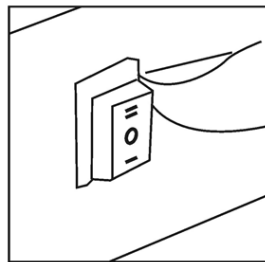

Figura 3.
1. Gire o interruptor de energia para a posição "I". O motor irá ligar e o visor digital mostrará a temperatura ambiente (ver Figura 3).